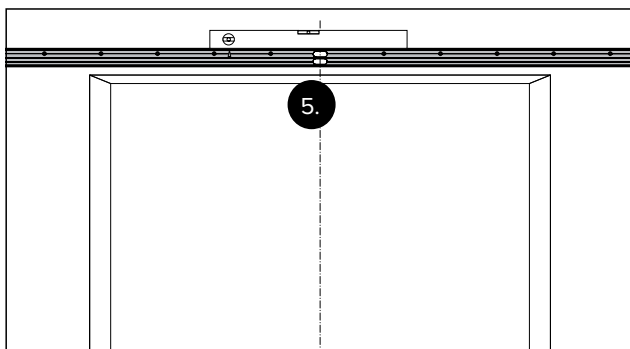

Рис. 10 Выравнивание крепежного кронштейна
5. Выровняйте крепежный кронштейн по горизонтали (рис. 10).